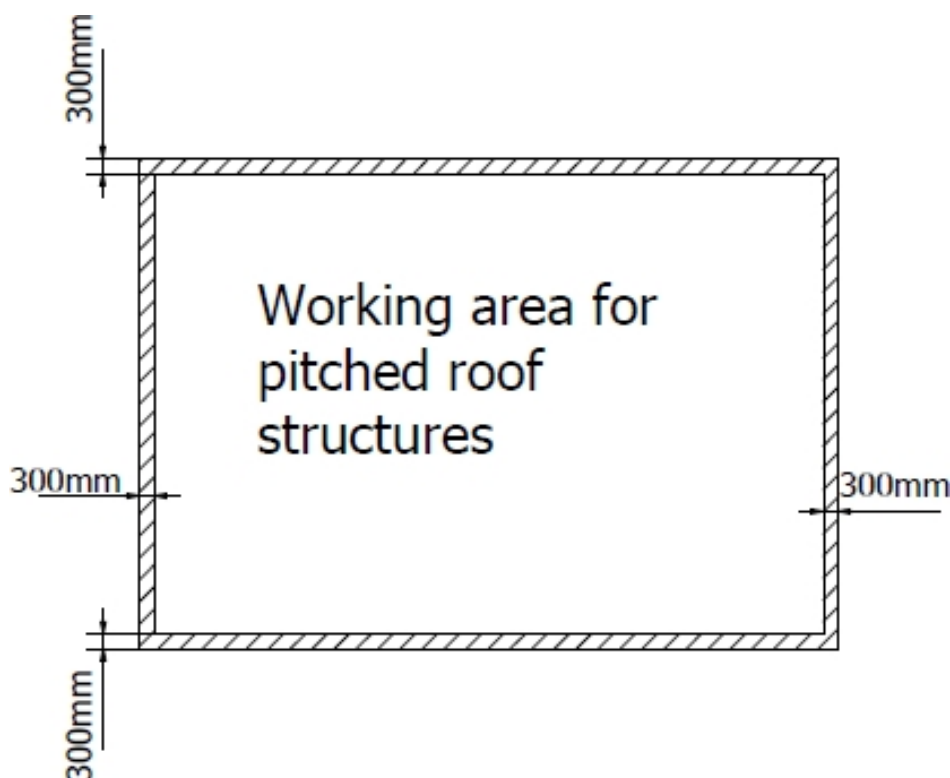

FIGURA 1 Zona liberă pentru structurile de pe acoperiș
1. Dispunerea modulelor trebuie aranjată astfel încât să minimizeze sau să împiedice apariția umbrei pe module. Rețineți că până și umbra proiectată de copaci sau clădiri poate limita randamentele generate de module. Atunci când montați sistemul în timpul verii, fiți conștienți de faptul că umbra proiectată de copaci și de clădirile învecinate va ajunge mult mai departe în timpul iernii. De asemenea, nu uitați să păstrați zona de siguranță pe învelitoarea acoperișului - figura 1.